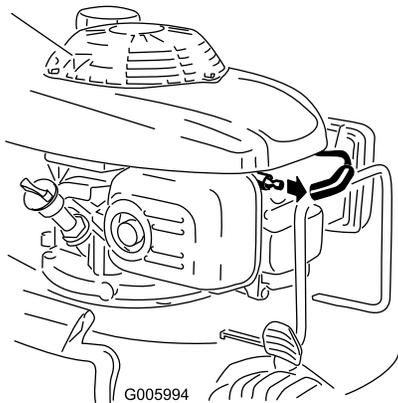

Figura 34
2. Desconecte el cable de la bujía (Figura 34) antes de realizar cualquier procedimiento de mantenimiento.
2. Desconecte el cable de la bujía (Figura 34).